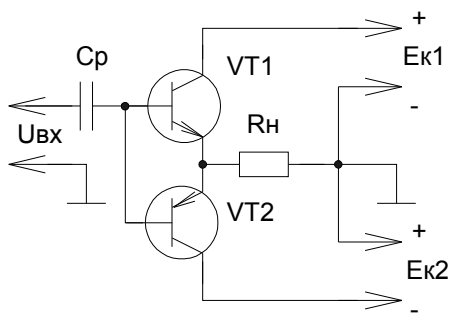

Рис. 254
3) Двухтактный выходной бестрансформаторный каскад. Наиболее широкое распространение в выходных усилителях получили бестрансформаторные каскады на транзисторах разного типа проводимости (смотрите рисунок 254).